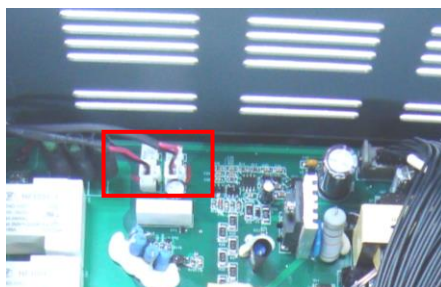

Рис. 4.9. Разъемы вентиляторов.
- 4.9.3. Отсоединить разъем вентилятора от платы драйверов (рис. 4.9) и проверить его вращение, подав напряжение  $\approx 24$  В (+24В красный провод, -24В черный провод) от источника питания (п.3.4.2). При отсутствии вращения – вентилятор заменить (п. 5.4).